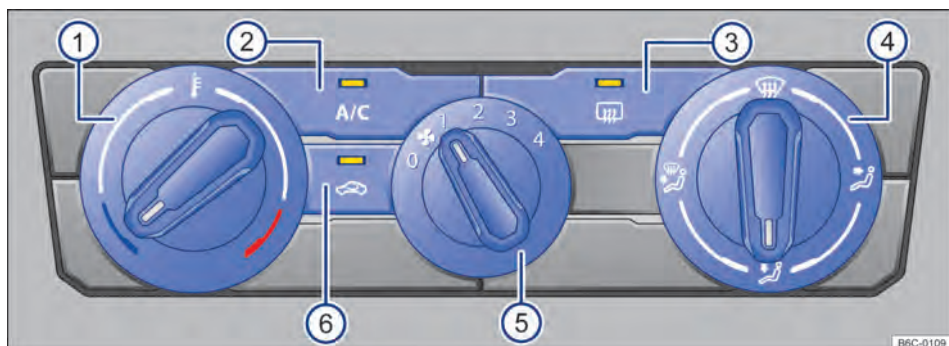

Fig. 87 Comandos do ar-condicionado.
- *Ar-condicionado*: girar o regulador do ventilador para o nível 0 → Fig. 87 ⑤.
- *Ar-condicionado*: girar o regulador rotativo esquerdo → Fig. 87 ①.
- *Ar-condicionado*: girar o regulador do ventilador → Fig. 87 ⑤.
- *Ar-condicionado*: girar o regulador da direita → Fig. 87 ④ para posição desejada.
- *Ar-condicionado*: girar o regulador direito para a posição  → Fig. 87 ④.